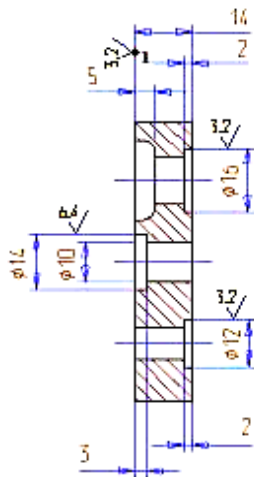

Рисунок 1.25 - Проставлення шорсткості
3. Вкажіть розмір 14 мм і в районі точки 1 (рис. 1.25) встановіть символ шорсткості. За допомогою миші вкажіть положення символу щодо стрілки.